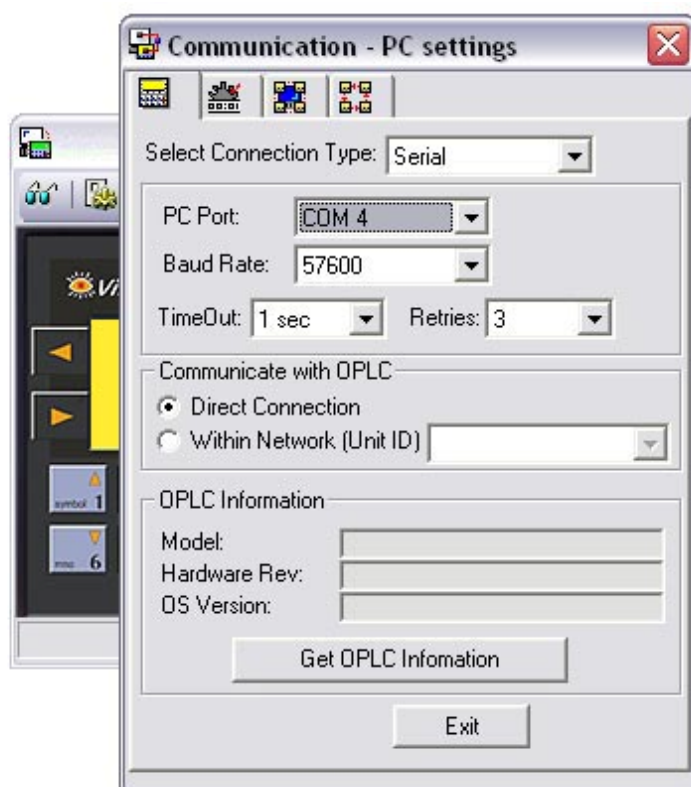

Рис. 4. Выбор параметров порта
3. Выбрать номер порта и скорость соединения (рис. 4 Приложения).